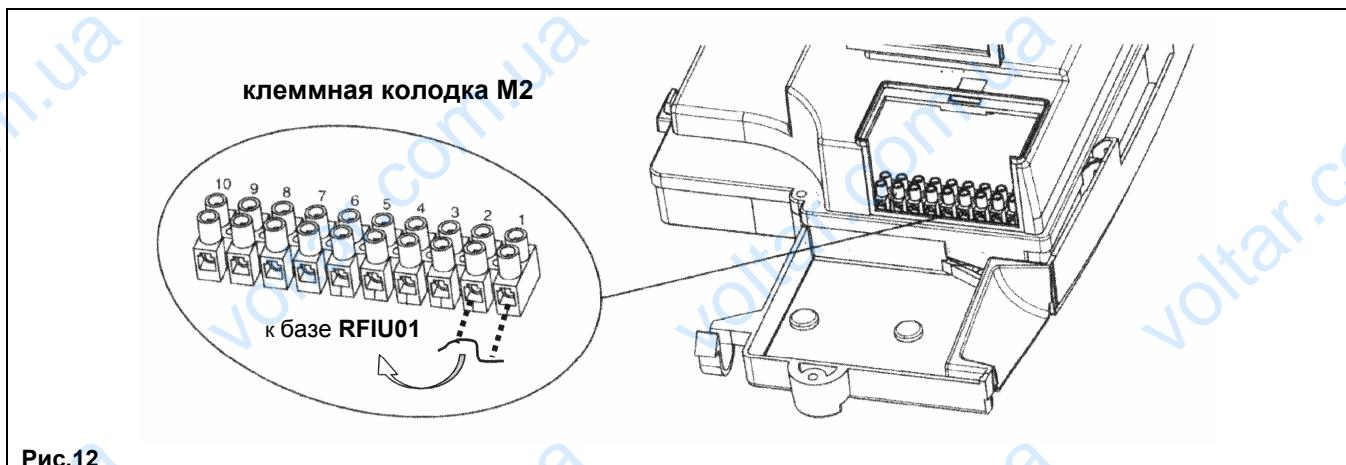

Рис.12
- Подсоединить провода, идущие от клеммной колодки **M2** котла (Рис.12) как показано на Рис.С.
2. открыть доступ к клеммной колодке **M2** как показано на рис. 12;
3. подсоединить два провода, идущих от базы RFIU01 к клеммной колодке **M2** как показано на Рис.12.